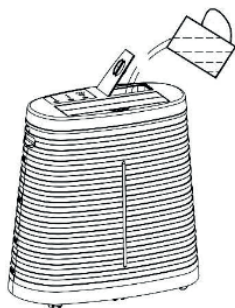

fig. 2.1
2. Déverrouillez le réservoir et faites-le glisser vers l'extérieur (figure 2.1).